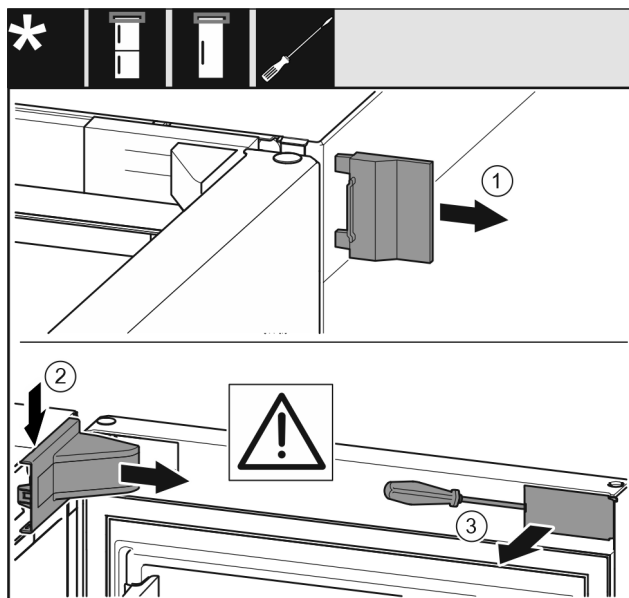

Fig. 9
- ▶ Retirer le cache extérieur. Fig. 9 (1)
- ▶ Détacher et libérer le cache du support de palier. Retirer le cache du support de palier. Fig. 9 (2)
- ▶ Dégager le cache avec le tournevis et l'incliner sur le côté. Fig. 9 (3)